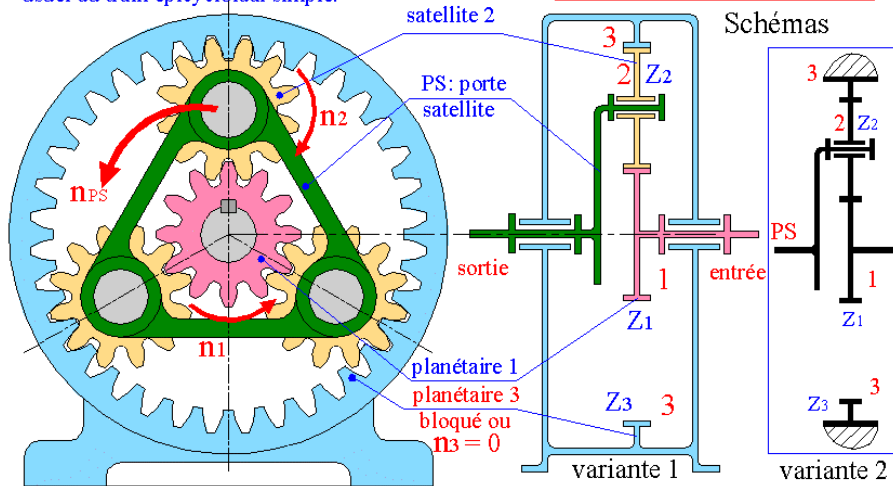

Figure 8
**a) Fonctionnement avec planétaire 3 bloqué ( $n_3 = 0$ ) Figure 8**